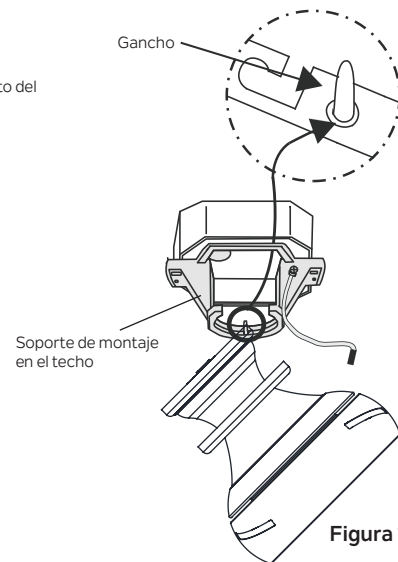

Figura 11
**Paso 7.** Cuelgue el ventilador en el gancho del soporte de montaje en el techo. Asegúrese de que el florón esté completamente asegurado en el gancho como se muestra en la **Figura 11**. Esto le permitirá realizar las conexiones eléctricas.